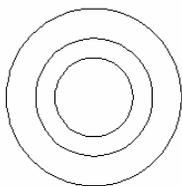

图 2-57 绘制同心圆
(1) 绘制同心圆。单击“默认”选项卡“绘图”面板中的“圆”按钮, 绘制 3 个半径分别为 90、60、40 的同心圆, 如图 2-57 所示。